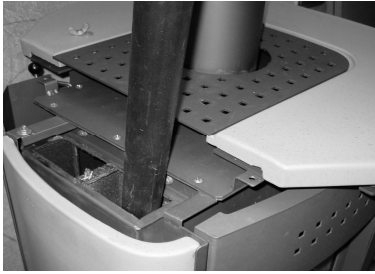

Abb. 4
4. Anschließend die Ablagerungen am Rauchgaskammerboden (siehe Abb. 4) absaugen. Es müssen immer beide Rauchgaszüge und beide Rauchgaszugkammern des Ofens gereinigt werden.